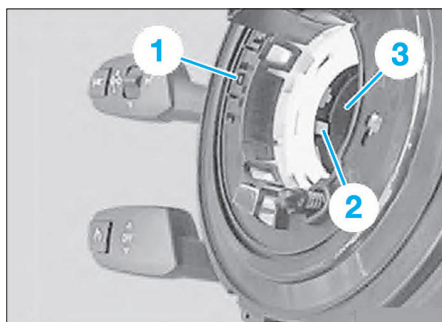

FIG. 10
- Pour la repose, l'encoche (3) de la bague (1) doit coïncider avec la flèche (4) sur le support des commodos (2).
- Mettre en place le contacteur tournant (1) de façon à ce que le guide (2) glisse exactement dans l'encoche correspondante du support des commodos (3) (Fig10).